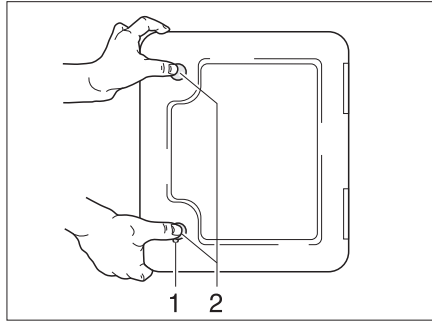

Bild 160 Lucka för Thetford-kassetten
Luckan till Thetford-kassetten (Bild 160) är placerad på fordonets utsida.
- Stick in nyckeln i låscylindern i trycklåsets (Bild 160,1) och vrid den ett kvarts varv medurs.
- Tryck samtidigt in de två trycklåsen (Bild 160,2) med tummarna och öppna luckan för Thetford-kassetten.